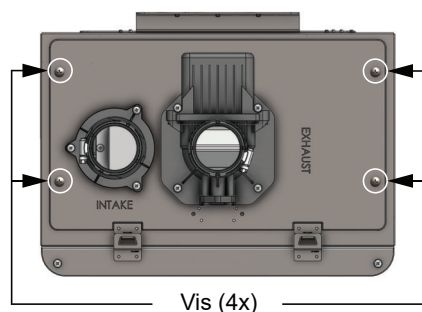

Figure 31 - Retirer les vis de la plaque supérieure
- 1 Fermer complètement l'arrivée de gaz du chauffe-eau. Retirer les quatre vis de la plaque supérieure du chauffe-eau, comme illustré à la Figure 31.